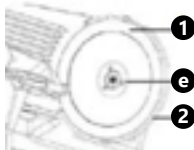

Fig. 7
- Per rimuovere la lama svitare le 3 viti di fissaggio (e) con l'aiuto di un cacciavite (fig. 7). Rimuovere la lama con cautela.